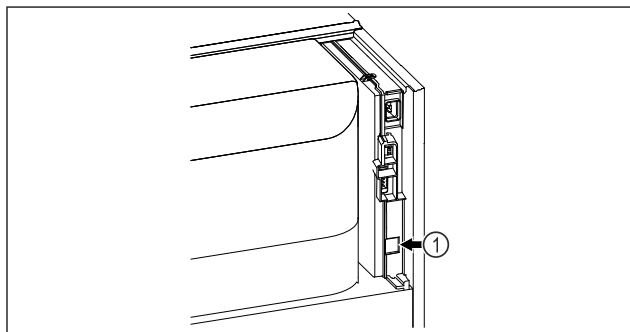

Fig. 93
- ☐ SmartModule Fig. 93 (1) è inserito.